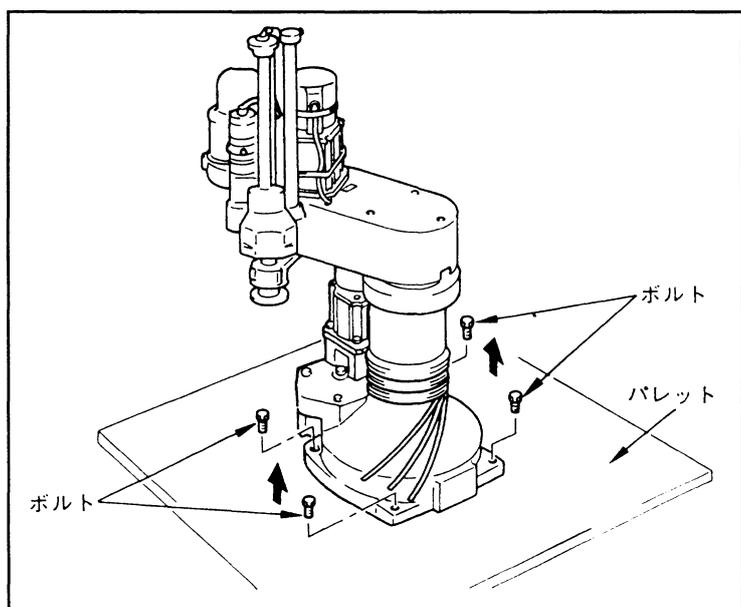

図5-57 ボルトの取り外し
- ⑤作業者Aはロボットを図5-57に示すパレットに固定しているボルト4個をはずしてください。